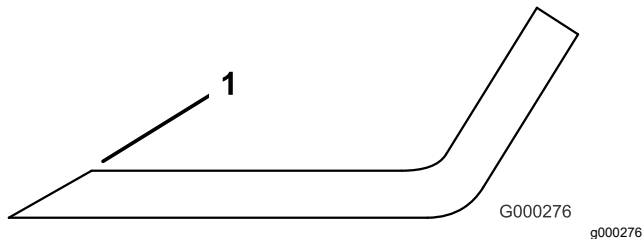

**Figura 124**
2. Examine cuidadosamente as extremidades da lâmina, prestando especial atenção à zona onde se encontram as partes curvas e planas da lâmina (**Figura 124**).
**Nota:** A areia e os materiais abrasivos podem desgastar o metal entre as partes plana e curva da lâmina; por isso, verifique a lâmina antes de utilizar a máquina. Se verificar que esta zona se encontra desgastada (**Figura 124**), substitua a lâmina.